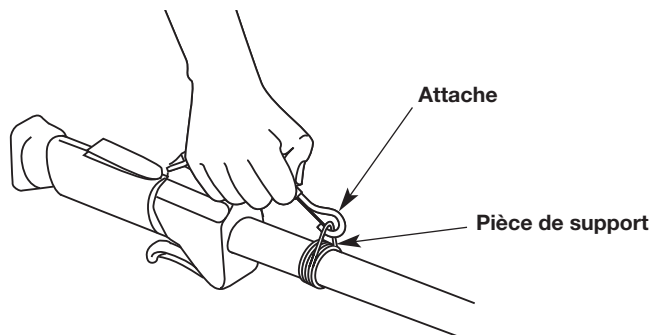

Fig. 5
4. Enclenchez l'attache dans la pièce de support (Fig. 5).